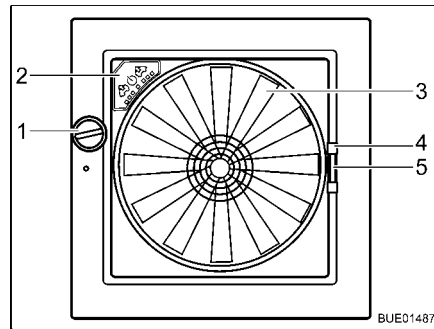

Bild 115 Dachhaube Omni-Vent
- Öffnen:** ■ Drehknopf (Bild 115,1) drehen, bis der gewünschte Öffnungswinkel erreicht ist.
- Schließen:** ■ Drehknopf (Bild 115,1) drehen, bis Dachhaube vollständig geschlossen ist.
- Schließen:** ■ Insektenschutz am Griff (Bild 115,4) zur gegenüberliegenden Rahmen-seite ziehen.
- Schließen:** ■ Griff (Bild 115,5) der Verdunklung zusammendrücken.
Ventilator Wenn die Dachhaube geöffnet ist, kann der Innenraum mit dem 6-stufigen Ventilator (Bild 115,3) belüftet und entlüftet werden. Der Ventilator wird am Bedienfeld (Bild 115,2) bedient.